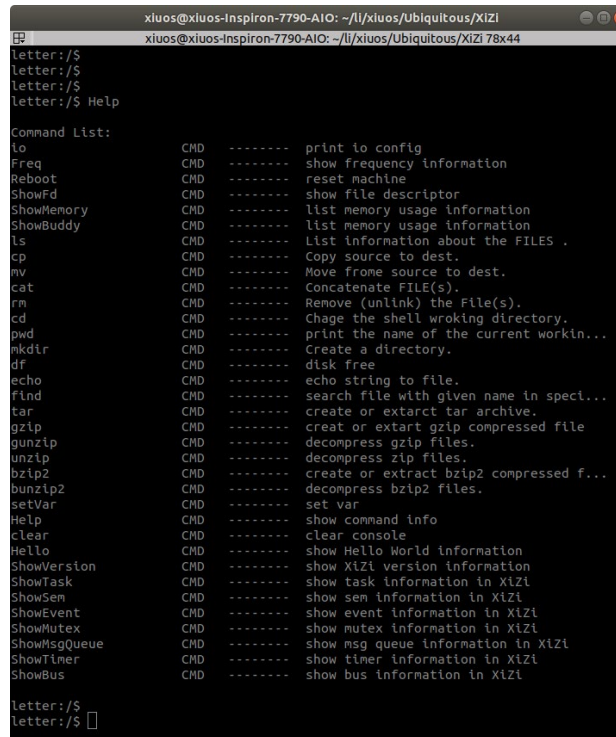

图 2-3-14 Help 命令界面
(4) XiUOS 提供多种命令行功能，输入 Help，会显示所有的已有命令，如图 2-3-14 所示。